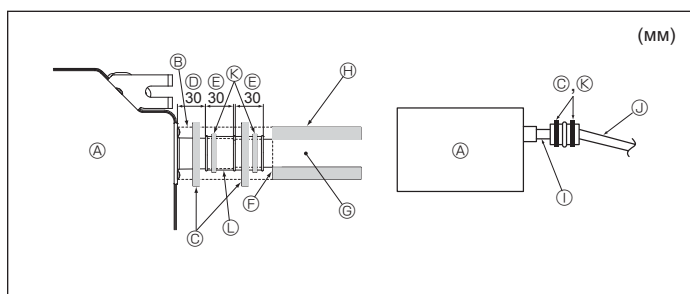

Fig. 3-5
1. Подсоедините дренажное гнездо (в комплекте поставки) к дренажному отверстию. (Fig. 3-5)